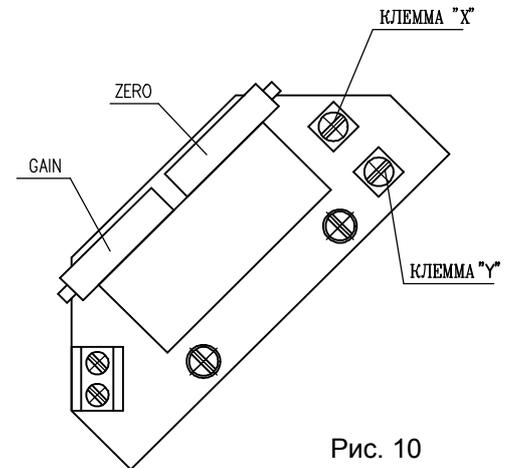

Рис. 10
### 2.5 Настройка электронного датчика положения (EPV) (EPV = датчика сопротивления с преобразователем РТК1) - 2-проводниковое включение (рис.10)
- Освободите укрепляющие винты (109) фиксатора датчика и высуньте датчик из зацепления.
- Измерительный прибор для измерения сопротивления подключите на клеммы X, Y (рис.10). (употреблен датчик с сопротивлением 100Ω)
- Поворачиванием устанавливающего триммера ZERO (рис.10) установите величину выходного сигнала тока, измеряемого на клеммах 81-82, на величину 4 мА.
- Поворачиванием устанавливающего триммера GAIN (рис.10) установите величину выходного сигнала тока, измеряемого на клеммах 81-82, на величину 20 мА.